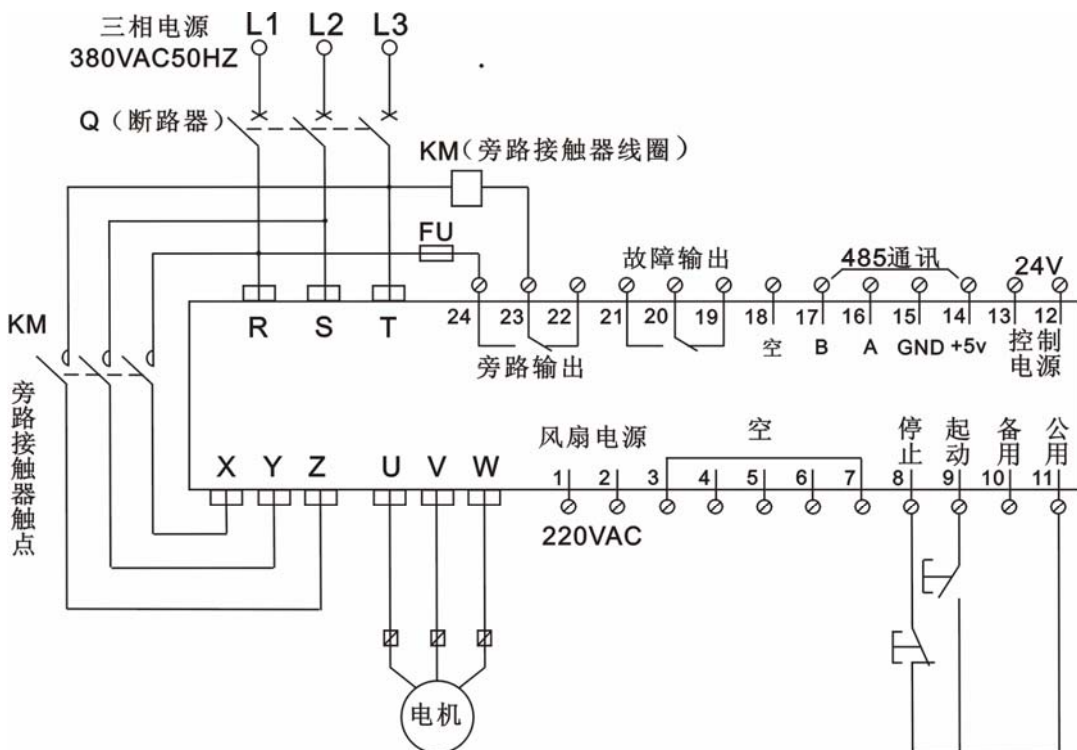

图 3
附图 3 二线控制与三线控制接线示意图
6.1 总电路连接图(见图 3)